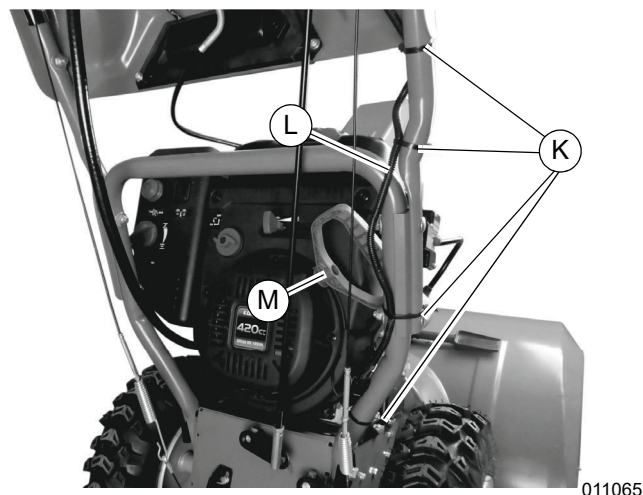

Figure 2-18. Pose de serre-câbles
20. Voir **Figure 2-18**. Poser des serre-câbles (K) pour attacher le faisceau de câbles (L) au guidon. S'assurer que les câbles ne sont pas sur le dessus du guidon, où ils peuvent faire obstacle au cordon de lanceur (M). Porter une protection oculaire pour couper l'excédent de longueur des serre-câbles à l'aide d'une pince coupante.